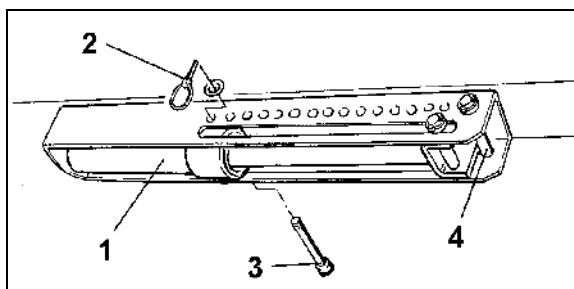

Bild 81
Sätt in de båda bultarna (Bild 81/3 och Bild 81/4) till anslag i hydraulcylindern (Bild 81/1) i justersegmentet. Hydraulcylinderns anslag ligger an mot bulten (Bild 81/3), när hydraulcylindern är trycklös, och mot bulten (Bild 81/4), när hydraulcylindern står under tryck.
1. Sätt hydraulcylindern (Bild 81/1) under tryck.
2. Sätt in bulten (Bild 81/3) i ett av hålen och säkra med låssprint (Bild 81/2).